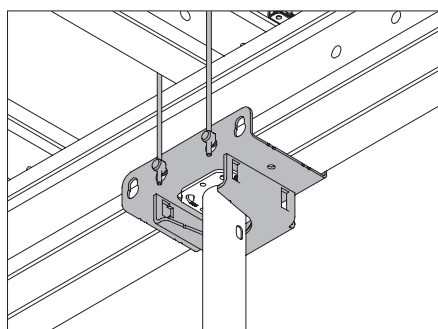

Fig. B2.10c
- I connettori della testa per tavoli si trovano nei fori della piastra terminale? (Fig. B2.10c)